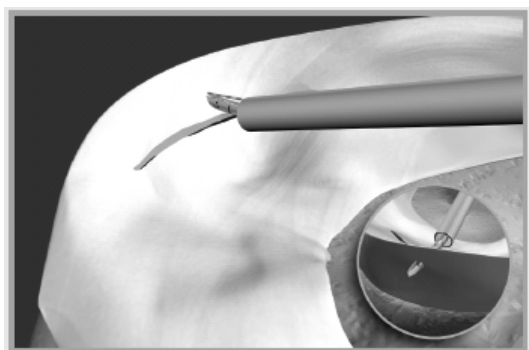

図 7 関節包からデリバリーニードルを半月板に刺入します。
3. 垂直マットレス縫合による修復の場合は、最初のインプラント (T1) を断裂部の関節包側に設置します。FAST-FIX® 360 デリバリーニードルを関節包内または断裂部関節包側の残りの半月板組織内に刺入します (図 7)。